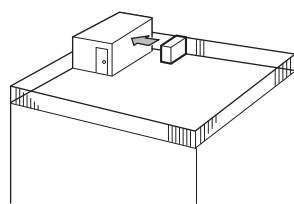

Fig. 3-2
- ① Posizionare la bocca di uscita dell'aria verso la parete più vicina, mantenendola a circa 50 cm di distanza dalla parete. (Fig. 3-2)